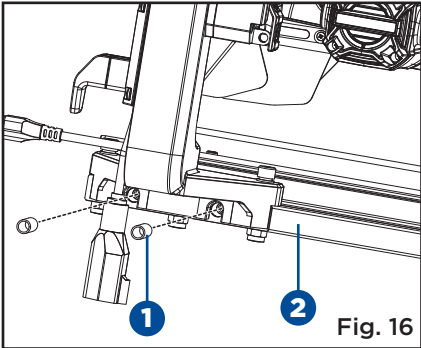

Fig. 16
- Placez le manchon (1) dans les trous latéraux du cadre du plateau pour l'eau (2). (Fig. 16)